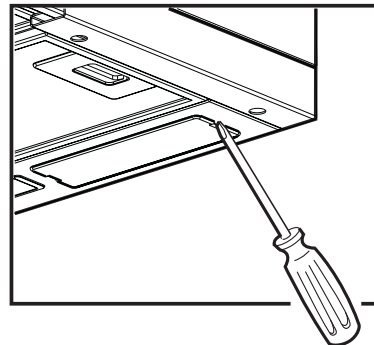

Fig. 2
3. Fest ventilatoren med to skruer på forsiden (**Fig. 2** - en på hver side).
2. Vipp løs lampedekselet ved hjelp av et skrujern eller lignende (**Fig. 2**).